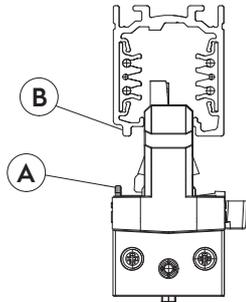
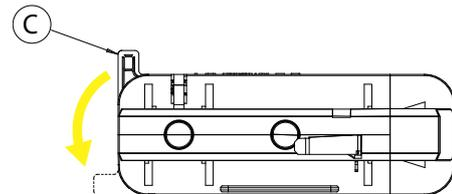

Abb. 3 Mechanische Schlüssel
Abb. 4 Drehen der Nocken
Den Adapter in so in die Stromschiene stecken, dass der mechanische Schlüssel (A) vom Adapter in der Aussparung (B) an der Schiene zu sitzen kommt (Abb. 3). Drehen Sie den Nockenhebel (C) um ca. 90° drehen, bis er einrastet (Abb. 4).